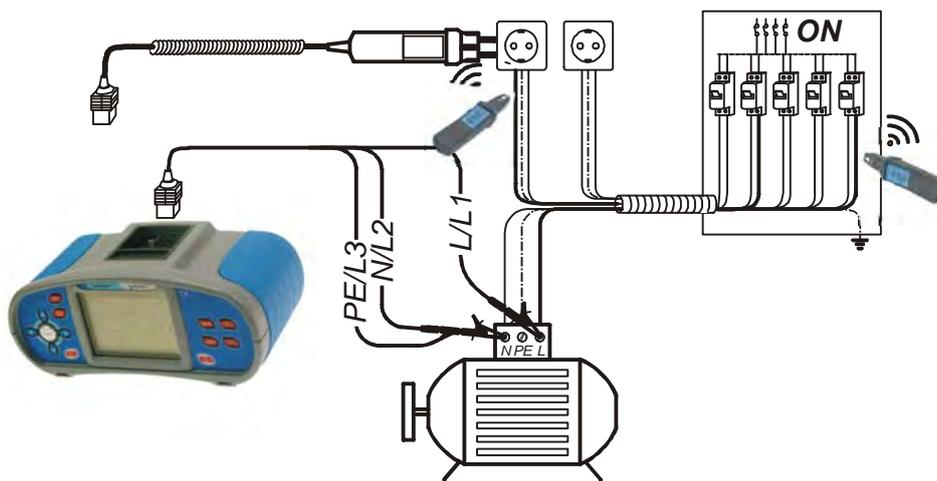

Abb. 5.54: Verfolgung von Leitungen unter den Wänden und in Gehäusen
- ❑ Schließen Sie die Prüfleitungen an die zu prüfende Anlage an (siehe Abb. 5.54 und 5.55).